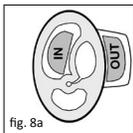

fig. 8a
« OUTSIDE » = extérieur du plateau (fig. 8a, 8b).
■ **Fig. 7/8** Per chiudere la piastra di testa occorre utilizzare la pinzetta di chiusura in titanio (RIF 8000137). Con le pinzette (REF 8000 137) piegare ad angolo retto la staffa nella testa della protesi, fissando così la testa al gambo della protesi (Fig. 7). Per questa operazione fare attenzione che sulla posizione corrispondente della testa della protesi poggi il lato corretto della pinzetta. „INSIDE“ per il lato interno e „OUTSIDE“ per il lato esterno della testa (Fig. 8a, 8b).